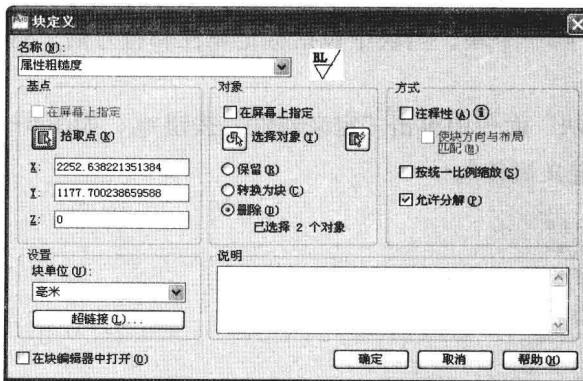

图 6-1-9
(4) 在“块”面板中单击“创建块”按钮 ，打开“块定义”对话框，在名称框中输入块名为“属性粗糙度”。在“对象”项目下选择“删除”，单击“选择对象”按钮 ，“块定义”对话框暂时消失。在视图中单击粗糙度图形（或者粗糙度块对象），再单击标记属性 EL，按 Enter 键完成对象选择。
(5) 此时重新打开了“块定义”对话框，在“基点”项目下，单击“拾取点”按钮 ，在视图中捕捉粗糙度图形左下角的端点作为基点。此时重新打开了“块定义”对话框，如图 6-1-9 所示，单击“确定”按钮，即可将选择的图形和标记属性定义为块，并删除了选择的对象。